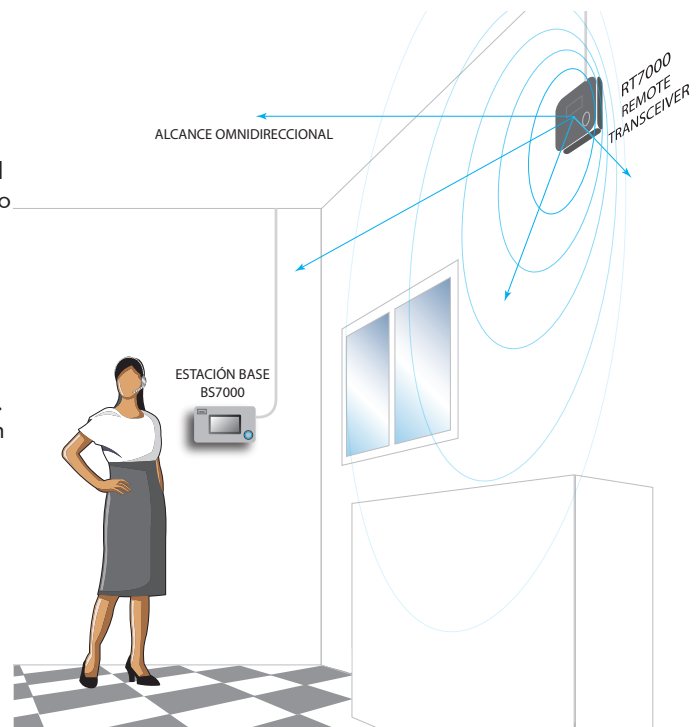

Fig. 4.1
- El RT7000 es omnidireccional, por lo que debe montar el RT7000 en un lugar elevado, en un lugar cerca del centro del área en la que normalmente se usan los auriculares (vea fig. 4.1).